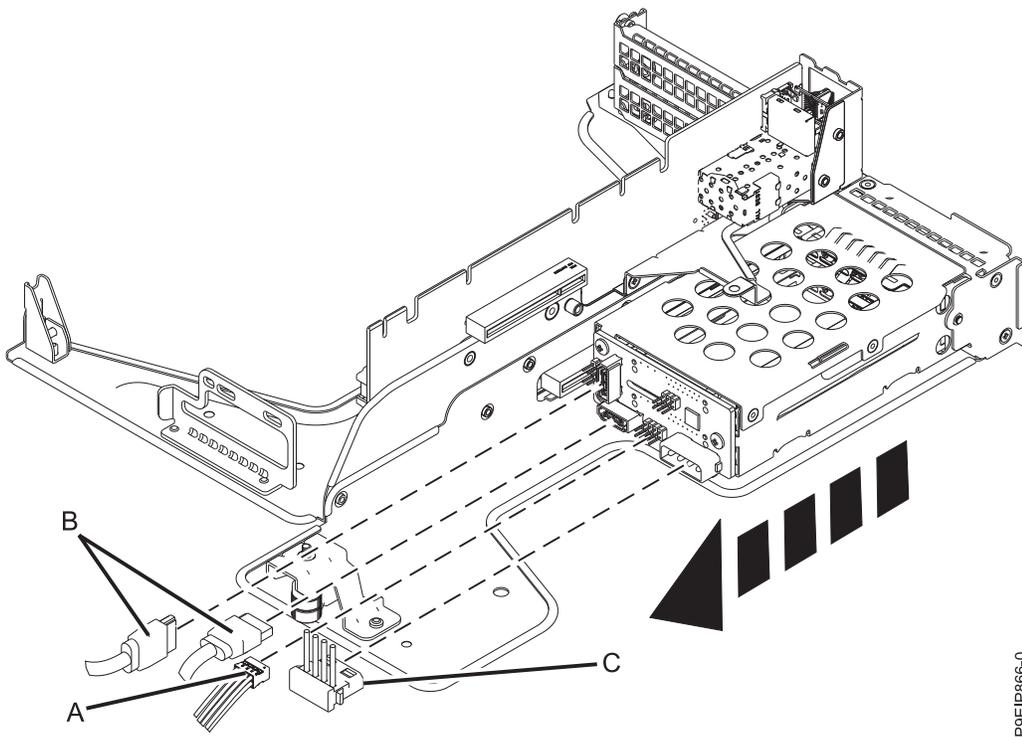

図 24. ディスク・ドライブ・バックプレーンからのドライブの信号ケーブルと電源ケーブルの切り離し
7. ディスク・ドライブ・バックプレーンの背面からドライブ信号ケーブル (A) と (B) を取り外します (図 24 を参照)。ドライブ電源ケーブル (C) をディスク・ドライブ・バックプレーンから取り外します。